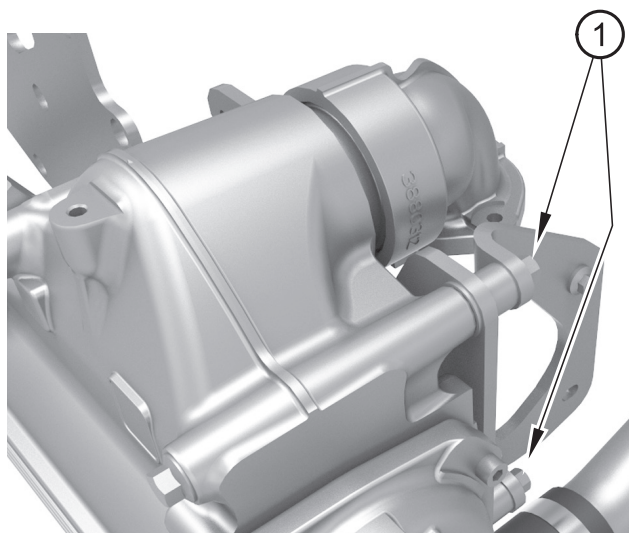

Figura 23
4. Retire los pernos que sujetan el conjunto en la parte trasera (figura 23, elemento 1).